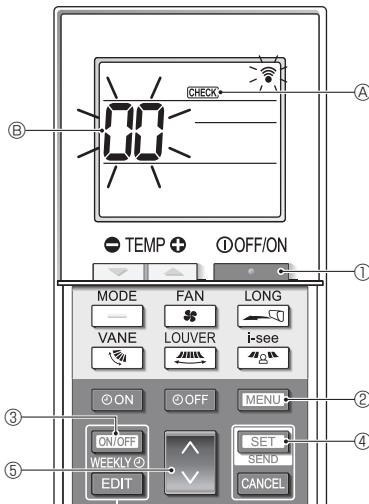

Fig. 7-6
■ Kendi kendine denetim (Fig. 7-6)
- Klimayı durdurmak için [ON/OFF] düğmesine ① basın.
- Haftalık zamanlayıcı etkinleştirilmişse ([WEEKLY] açık), devre dışı bırakmak ([WEEKLY] kapalı) için [ON/OFF WEEKLY] düğmesine ③ basın.
- 5 saniye boyunca [MENU] düğmesine ② basın.
- Ekranda [CHECK] ④ görünür ve ünite kendi kendine denetim moduna girer.
- Kendi kendine denetim işlemini yapmak istediğiniz iç ünitenin soğutucu adresini (M-NET adresi) ⑤ seçmek için [DOWN] düğmesine ⑤ basın.
- [SET] düğmesine ④ basın.
- [ON/OFF] düğmesine ① basın.
- [CHECK] ④ ve soğutucu adresi (M-NET adresi) ⑤ kaybolur ve kendi kendine denetim tamamlanır.